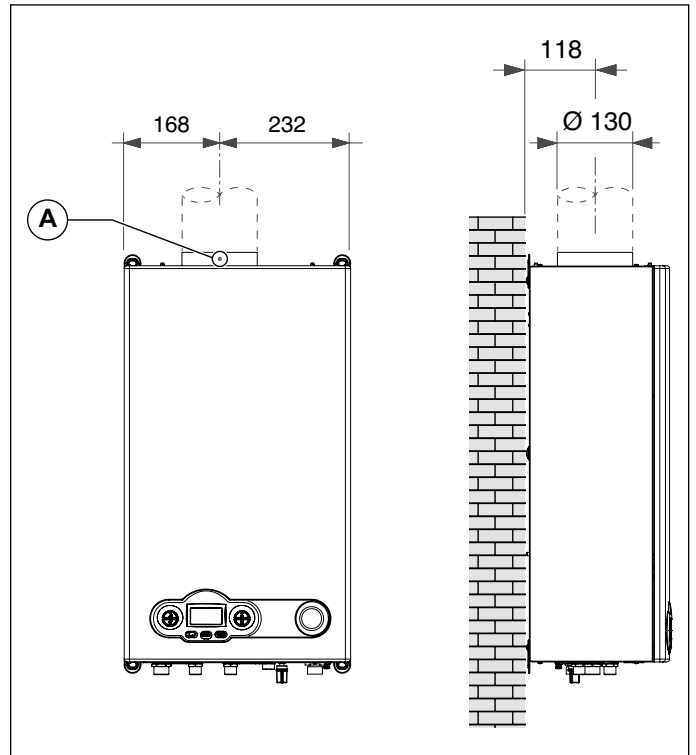

Fig. 9 Cotas dimensionales para la conexión al conducto de evacuación de humos de los modelos con cámara abierta
- el tubo de conexión debe ser fijado a la campana de la caldera con un tornillo, usando el orificio preparado **A** (ver Fig. 9 Cotas dimensionales para la conexión al conducto de evacuación de humos de los modelos con cámara abierta).